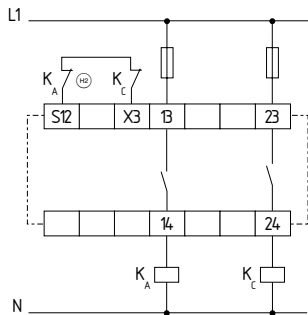

Fig. 7
**Control de un solo canal con circuito de realimentación (véase fig. 7)**